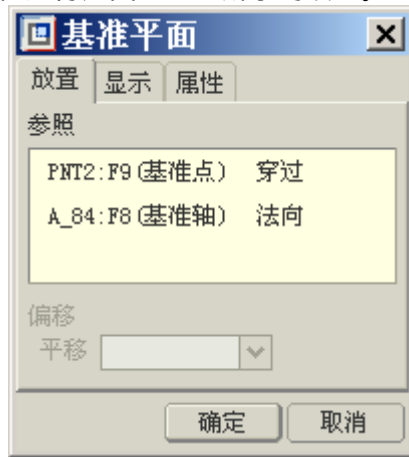

图 52-21
(9) 在【基准平面】对话框进行如图 52-21 所示的设置。